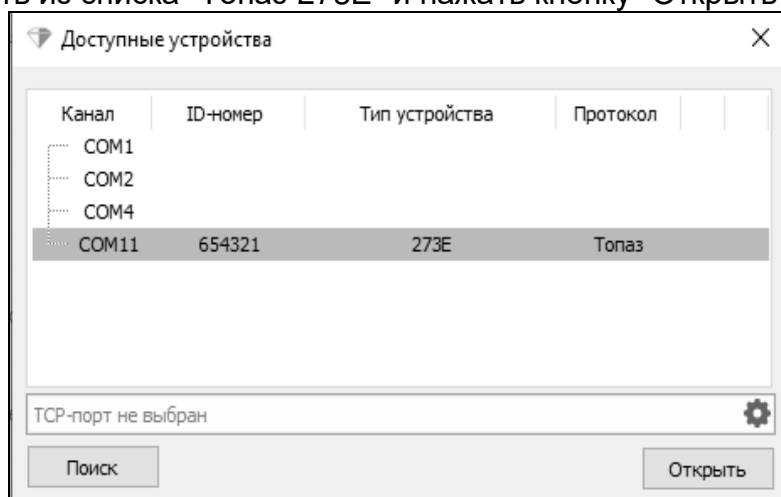

Рисунок 1
8.3 Запустите программу (NastrTopaz.exe). Запустится сканирование всех доступных СОМ-портов. Для найденных устройств отображается их ID-номер, тип и протокол работы (рисунок 1). Выбрать из списка "Топаз-273Е" и нажать кнопку "Открыть".